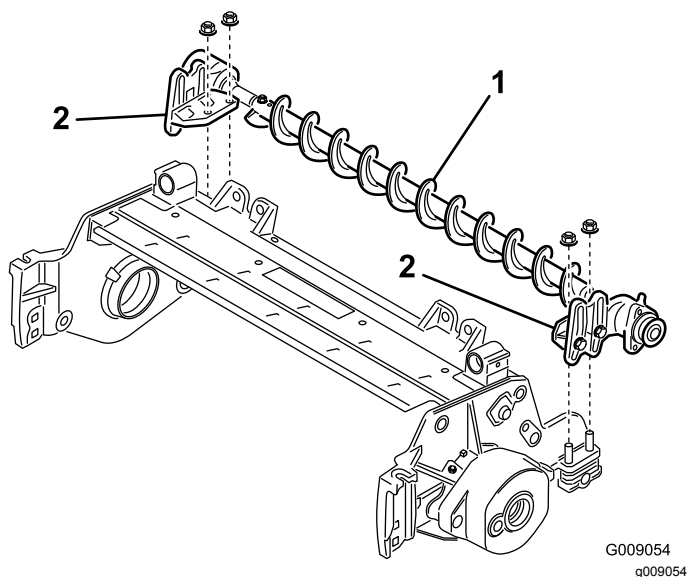

図 8
7. ローラブラシ取り付けブラケットを、ローラブラケットボルトにセットする 図 8。